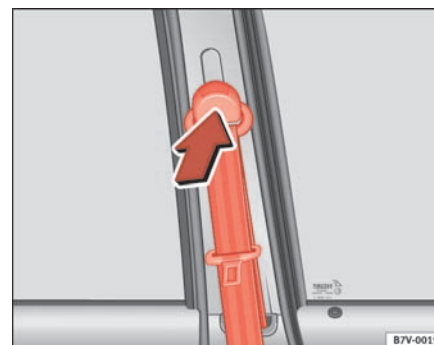

Fig. 21 Placering af selehøjdeindstilling
- Skub den øverste del ⇒ fig. 21 af vendebeslaget i pilens retning, og hold det i den position.